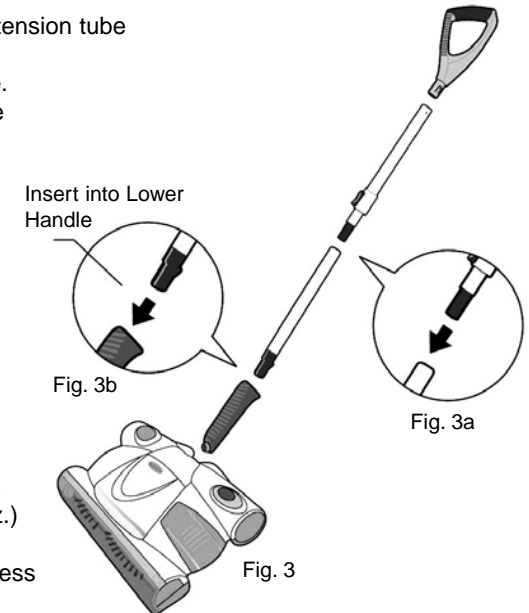

Fig. 3
4. Push the telescoping tube into the upper handle. (Fig. 3) Insert the extension tube into the lower handle so that the "tab" on the plastic insert snaps into the open slot on the lower handle. (Fig. 3b)
2. Videz le contenu du plateau (Fig. 3). Si vous le désirez, rincez le plateau à l'eau pour le nettoyer mais **séchez-le complètement** avant de le remettre dans la balayeuse.